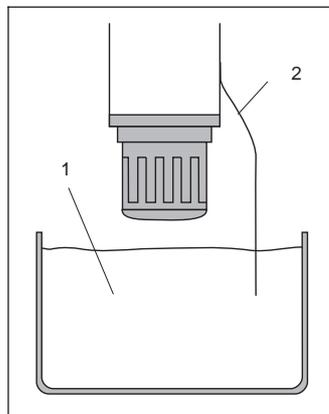

Fig. 7.1
3. Remplir une bassine avec de l'eau. Effectuer une liaison conductrice entre le corps du capteur en acier inox et l'eau, voir fig. 7.1